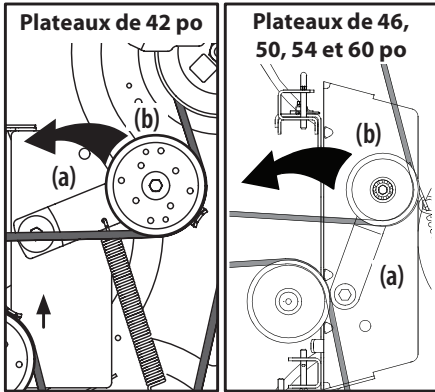

Figure 32
- a. Utilisez le bouton et la pédale de relevage du plateau de coupe pour positionner le plateau de façon que la courroie qui passe entre les poulies de tension et la poulie de la prise de force soit aussi horizontale que possible (sous le moteur). Voir Figure 32.
- b. Placez-vous à côté de l'appareil de façon à faire pivoter le support (a) de la poulie de tension et la poulie de tension (b) vers l'arrière jusqu'à ce que vous puissiez soulever la courroie par-dessus la poulie de tension. Voir Figure 32.